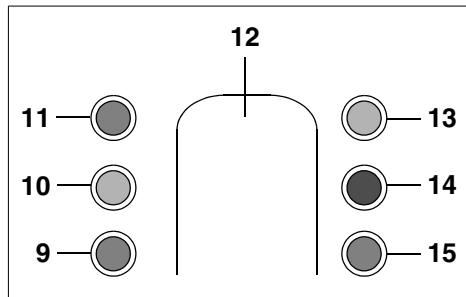

Abb. 7: Kontrollleuchten
- b) Die Enthärtungsanlage muss sich in der Betriebsstellung befinden (LED „Regeneration“ (**13**) ist aus). Regeneration durch Drücken der Regenerationstaste (**12**) starten (siehe Abb. 7). Die LED „Regeneration“ (**13**) leuchtet, gleichzeitig blinkt die LED „Umschaltung“ (**10**) im Takt des Stellantriebes. Nach 9 bis 10 Antriebstakten ist die Besalzungsstellung erreicht (Markierung „2“ am Betriebsphasenanzeiger (**24**)). Die LED „Umschaltung“ (**10**) erlischt, die LED „Keimschutz links“ (**9**) leuchtet. Sole wird angesaugt und eine geringe Menge
- die LEDs der elektronischen Steuerung. Bei Störungen blinkt die rote LED (siehe Abb. 7).